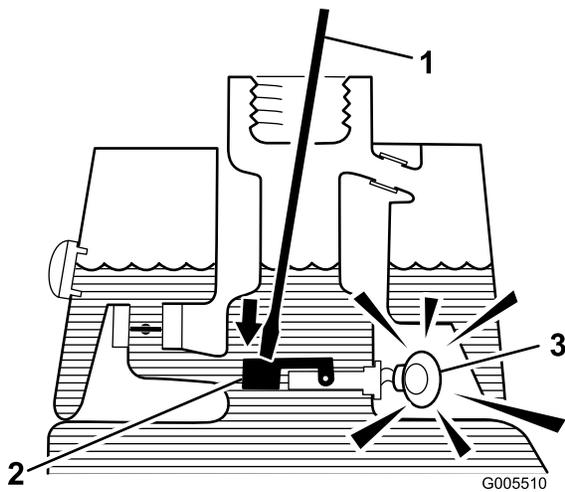

図 27
3. 汚れのない棒やドライバを差し込んで、フロートを軽く押さえてやる 図 27。秒後にアラームが鳴れば正常である。